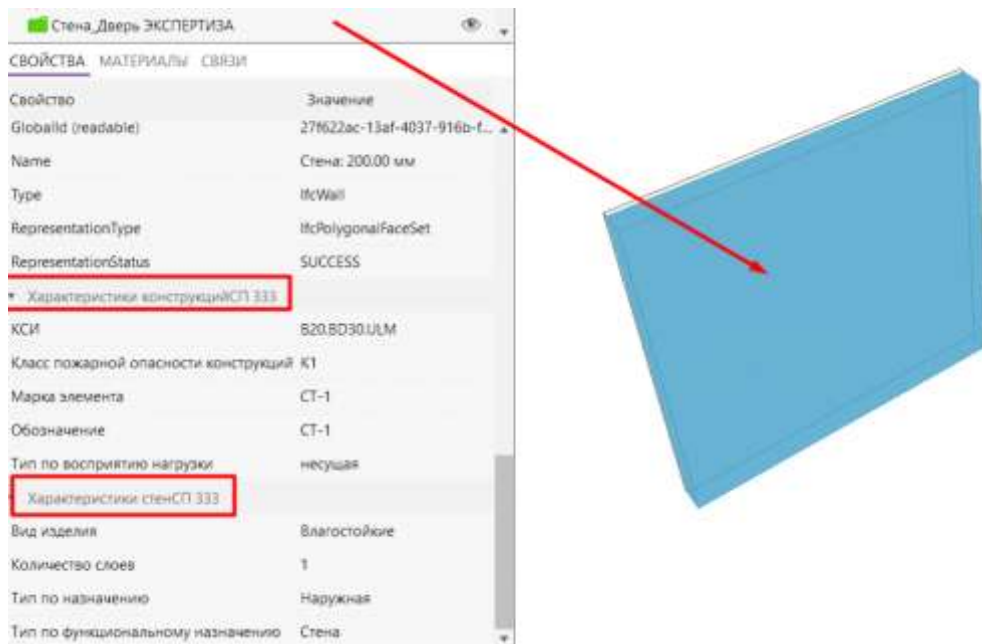

Рисунок 17.7 - Отображение свойств, по рекомендациям СП333.1325800.2020 в Pilot-BIM
7. Результат. Элемент относится к Типу `ifcWall`, свойства (атрибуты) разбиты на две группы «Характеристики конструкций» и «Характеристики стен» с соответствующими свойствами и значениями, рис.17.7.